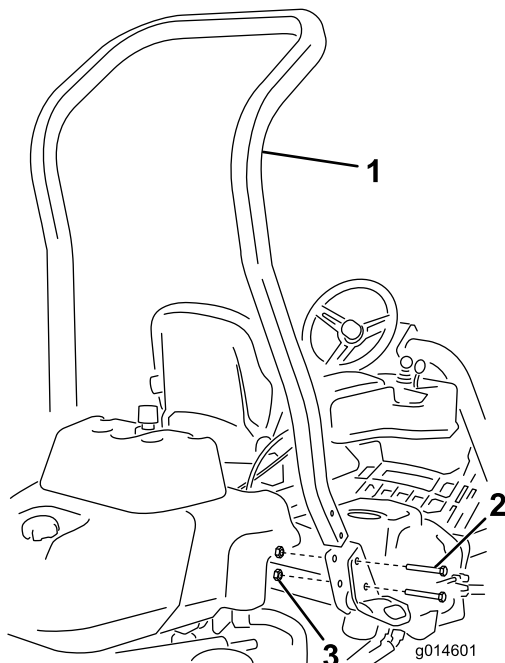

Figura 3
3. Instale a barra nas bolsas de cada lado da máquina, utilizando 4 parafusos ($\frac{1}{2} \times 3\frac{3}{4}$ " e quatro porcas flangeadas ($\frac{1}{2}$ " (Figura 3).